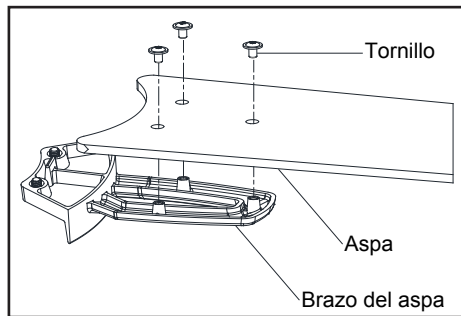

Figura 10
1. Monta el asa a su soporte usando los tornillos como lo muestra la Figura 10. Inserta el tornillo en el soporte. Repite para los dos tornillos restantes.